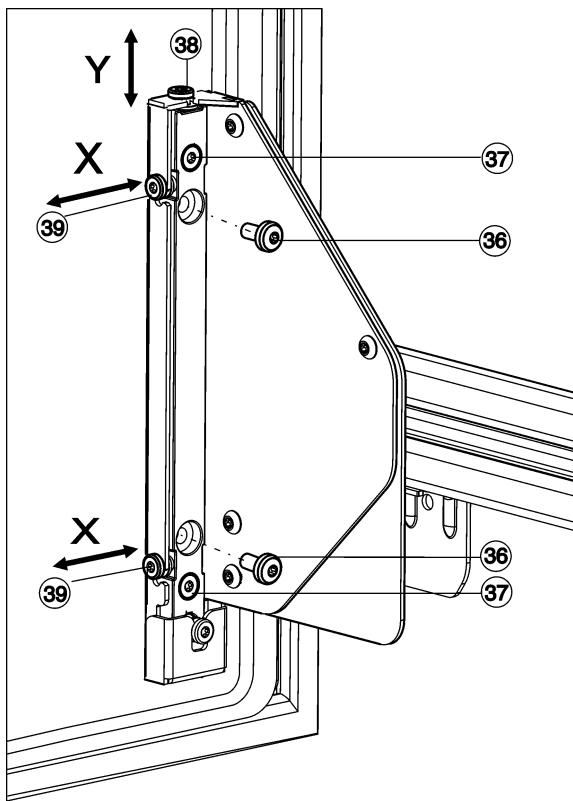

Fig. 31
- Schrauben Fig. 31 (36) vollständig herausschrauben.
- Die Schrauben Fig. 31 (36) entsorgen, sie werden nicht mehr benötigt.
- Schrauben Fig. 31 (37) mit 1 bis 2 Umdrehungen nur lösen.
- Verstellschraube (38) drehen. Im Uhrzeigersinn: die Tür bewegt sich max. 4 mm nach oben. Entgegen dem Uhrzeigersinn: die Tür bewegt sich max. 2 mm nach unten.
- Alle Schrauben Fig. 31 (37) wieder festziehen.
- Falls die Schrauben Fig. 31 (36) noch vorhanden sind, diese vollständig herausschrauben.
- Stellschrauben Fig. 31 (39) je nach gewünschter seitlicher Justagerichtung verstellen.
- Nach beendeter seitlicher Justage Schrauben Fig. 31 (37) wieder festziehen.